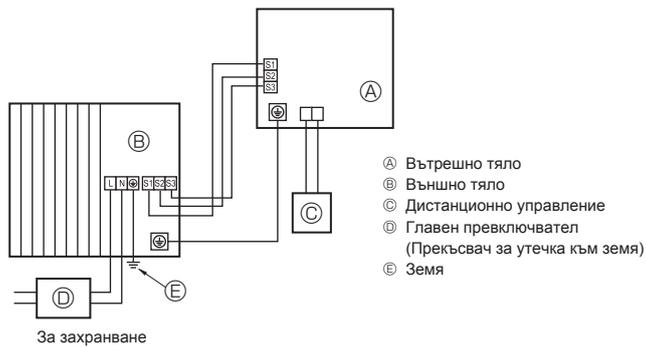
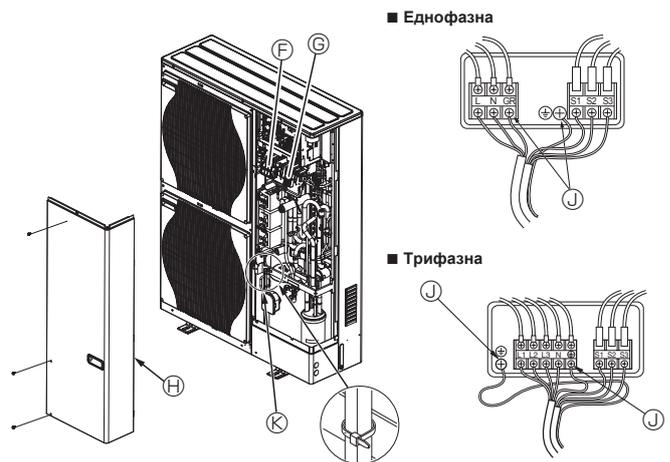

Fig. 5-1
Fig. 5-2
5.1. Външно тяло (Fig. 5-1, Fig. 5-2)
- ① Отстранете сервисния панел.
- ② Опроводете кабелите, като направите справка с Fig. 5-1 и Fig. 5-2.